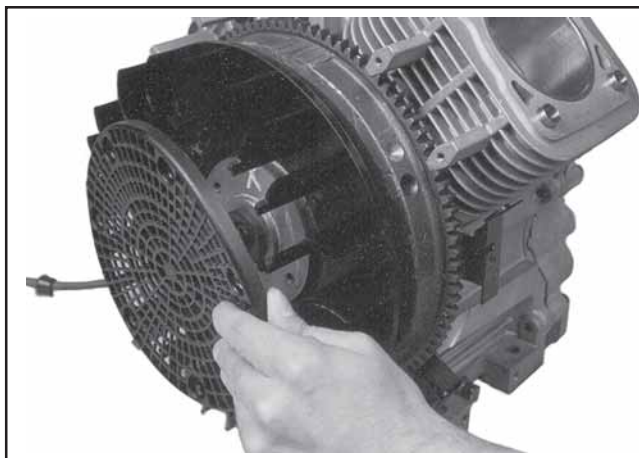

Figura 11-27. Installazione del retino per l'erba in plastica.
3. Se il motore è dotato di retino per l'erba in plastica, agganciare il retino sulla ventola. Vedere Figura 11-27. Per evitare di danneggiare i montanti durante lo smontaggio, installare i fermi sui montanti da cui sono stati smontati. Inserire manualmente i fermi, quindi premerli con una bussola da 13 mm (1/2") finché non si bloccano. Se il motore è dotato di retino metallico, esso verrà installato successivamente.